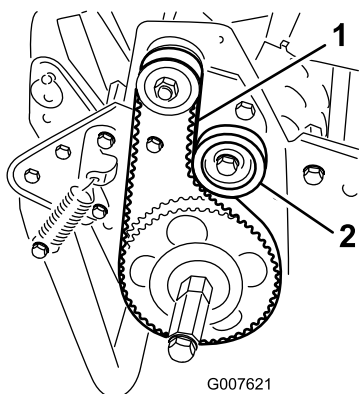

Figura 44
2. Verifique a tensão pressionando a correia a meio curso entre as polias (Figura 44) com uma força de 18 a 22 N.
A. Desaperte a porca de montagem da polia intermédia e incline-a para o lado de trás da correia até que obtenha a tensão desejada da correia (Figura 44).